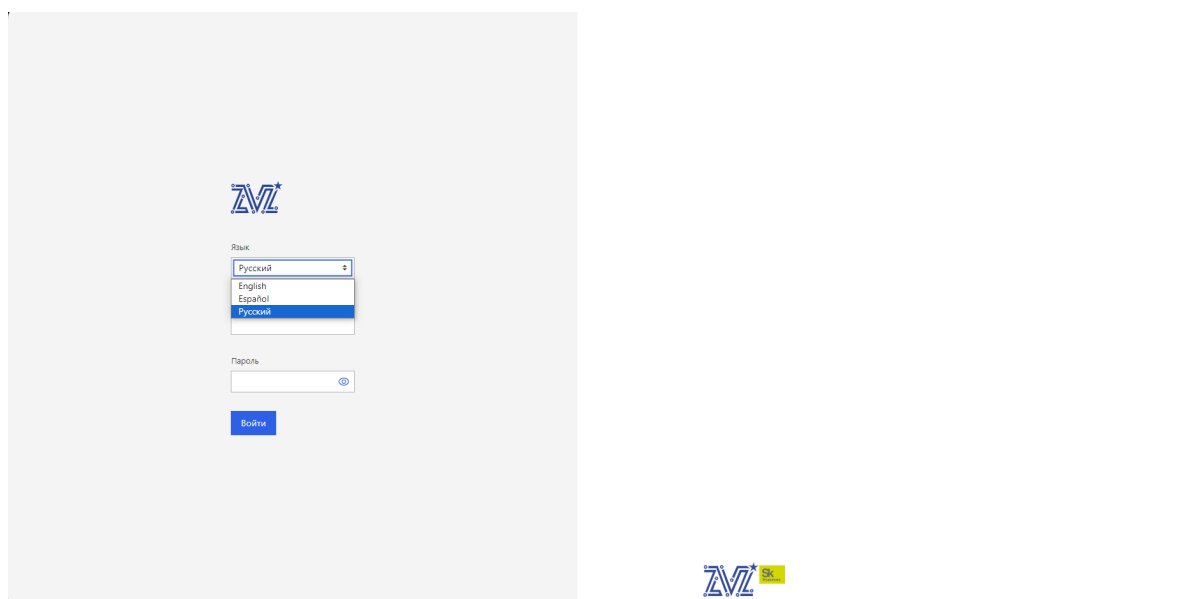

Рис. 86. Окно «Журнал событий»
- 1) Подключитесь в ВМС-консоль оборудования (Журнал событий Altair Z). Во вкладке «Язык» выберите «Русский». Окно показано на рис. 86 Окно «Журнал событий»